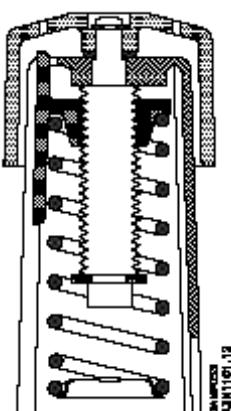

Рис. 1
1. Установочная секция с маховицом, контрольная пружина и установочная шкала (Рис. 1);